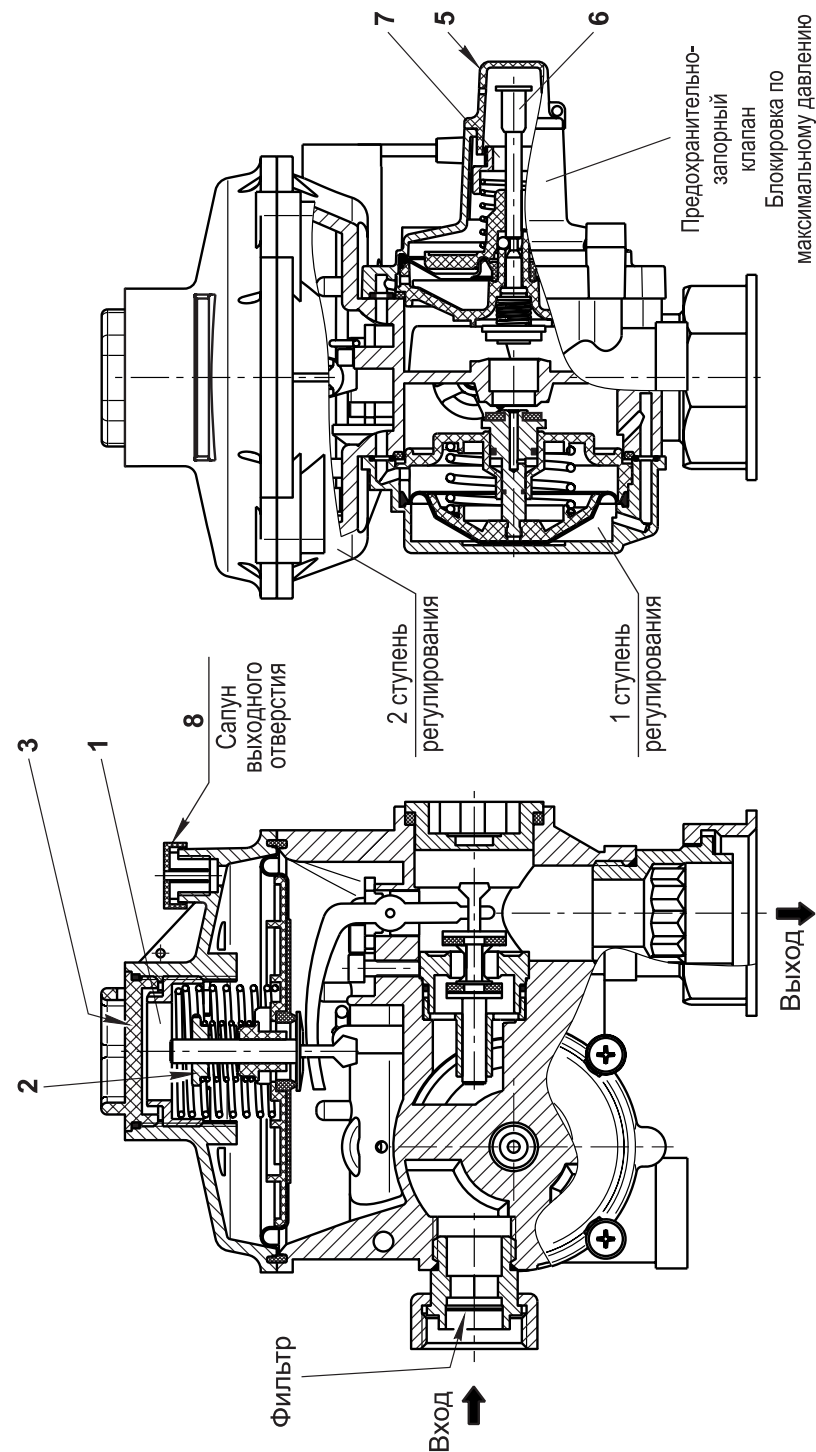

Рис. 2. Внутреннее устройство регулятора
4.2.5 Рабочее положение регулятора на трубопроводе - любое. Разрешена установка регулятора верхней крышкой (поз. 3, рис. 2) вниз.
4.2.9 В заглушке дыхательного отверстия поз. 8 (см. рис. 2) выполнено отверстие малого диаметра. Для нормальной работы регулятора необходимо следить, чтобы отверстие оставалось открытым. Запрещается закрывать дыхательное отверстие. При применении регулятора внутри помещений необходимо предусмотреть сбросную свечу от дыхательного отверстия поз. 8 и ПСК.
4.4.2 Открутите прозрачную пластиковую крышку 5 (см. рис. 2).
4.4.4 Удерживать шток 6 (см. рис. 2) вытянутым и рычаг пуска 5 (см. рис. 1) взведенным до достижения рабочего давления в трубопроводе за регулятором.
4.4.5 Вернуть рычаг пуска 5 (см. рис. 1) в первоначальное положение, отпустив шток 6 (см. рис. 2).
4.4.7 Закрутить прозрачную пластиковую крышку 5 (см. рис. 2).
4.6.2 Снимите крышку 3 с помощью ключа размером на 32 мм (рис. 2) и, используя ключ с размером 27 мм, вращайте втулку 1 (рис. 2) по часовой стрелке - для увеличения давления; против часовой стрелки - для уменьшения давления.
4.6.4 При изменении настройки выходного давления необходимо откорректировать установку срабатывания ПЗК. Для этого снимите крышку 5 (рис. 2) и, используя торцовый ключ с размером 13 мм, вращайте втулку 7 (рис. 2) по часовой стрелке - для увеличения давления срабатывания ПЗК; против часовой стрелки - для уменьшения давления срабатывания ПЗК.
Настройка ПСК производится путем вращения гайки 2 торцовым ключом размером 17 мм (рис. 2) по часовой стрелке для увеличения давления срабатывания и против часовой стрелки для его уменьшения.